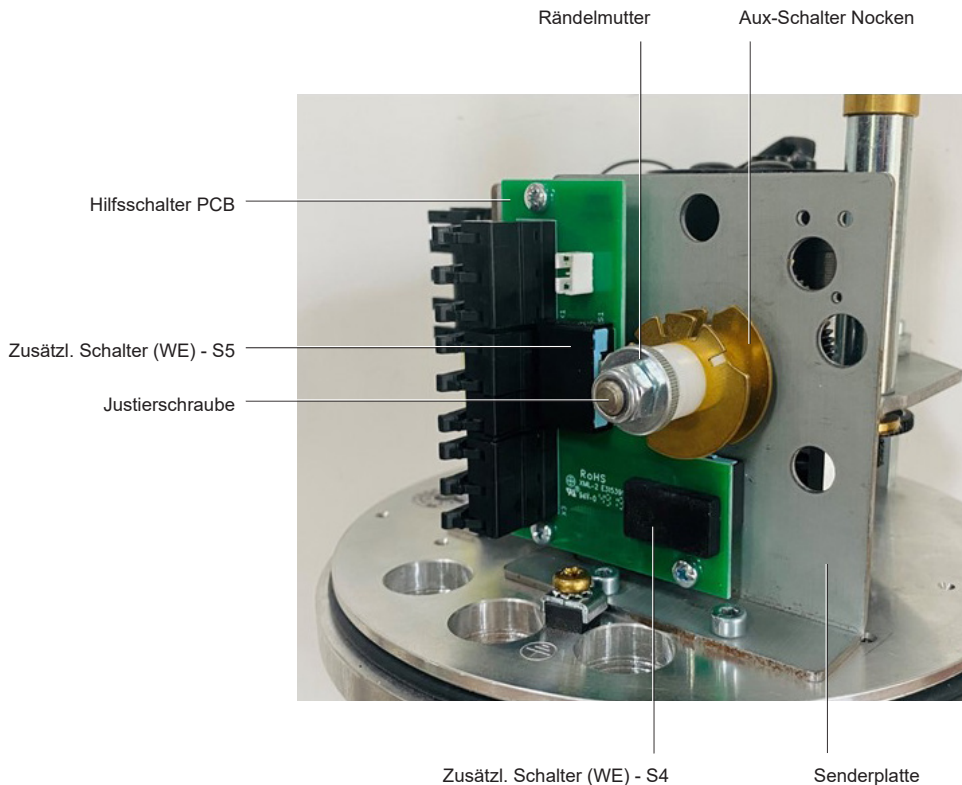

Abb. 9 Anordnung des Hilfsfahr Schalters (WE) (1-6 kN)
- Montieren Sie die Geberplatte mit den Hilfswegschaltern auf die Antriebsgrundplatte. Siehe Abbildung 9 "Anordnung des Hilfsfahrhalters (1-6 kN)" zur Produktorientierung